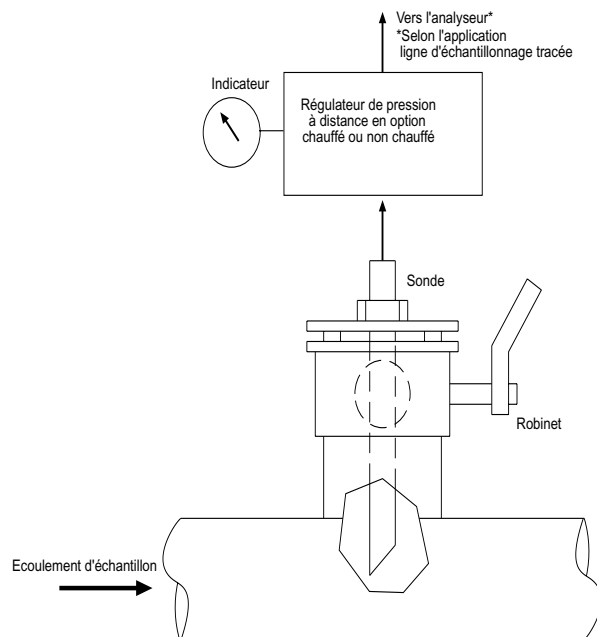

Figure 2.3 : Installation type de sonde
La détente est fournie à l'utilisateur afin de garantir que la pression d'échantillon dans l'analyseur est comprise dans la plage 20 - 50 psig. Le manodétendeur/régulateur de pression à indicateur doit être installé près de la prise d'échantillonnage, entre la prise et l'analyseur. Se reporter à la Figure 2.3. Afin d'obtenir des performances optimales, la ligne d'échantillonnage doit être chauffée pour maintenir une température constante d'échantillon. L'entrée optimale de gaz échantillon est de 60°C.
1. Si cela n'est pas effectué, installer une vanne d'arrêt de procédé principal et un manodétendeur (recommandé) sur la prise d'échantillonnage. Se reporter à la Figure 2.3.